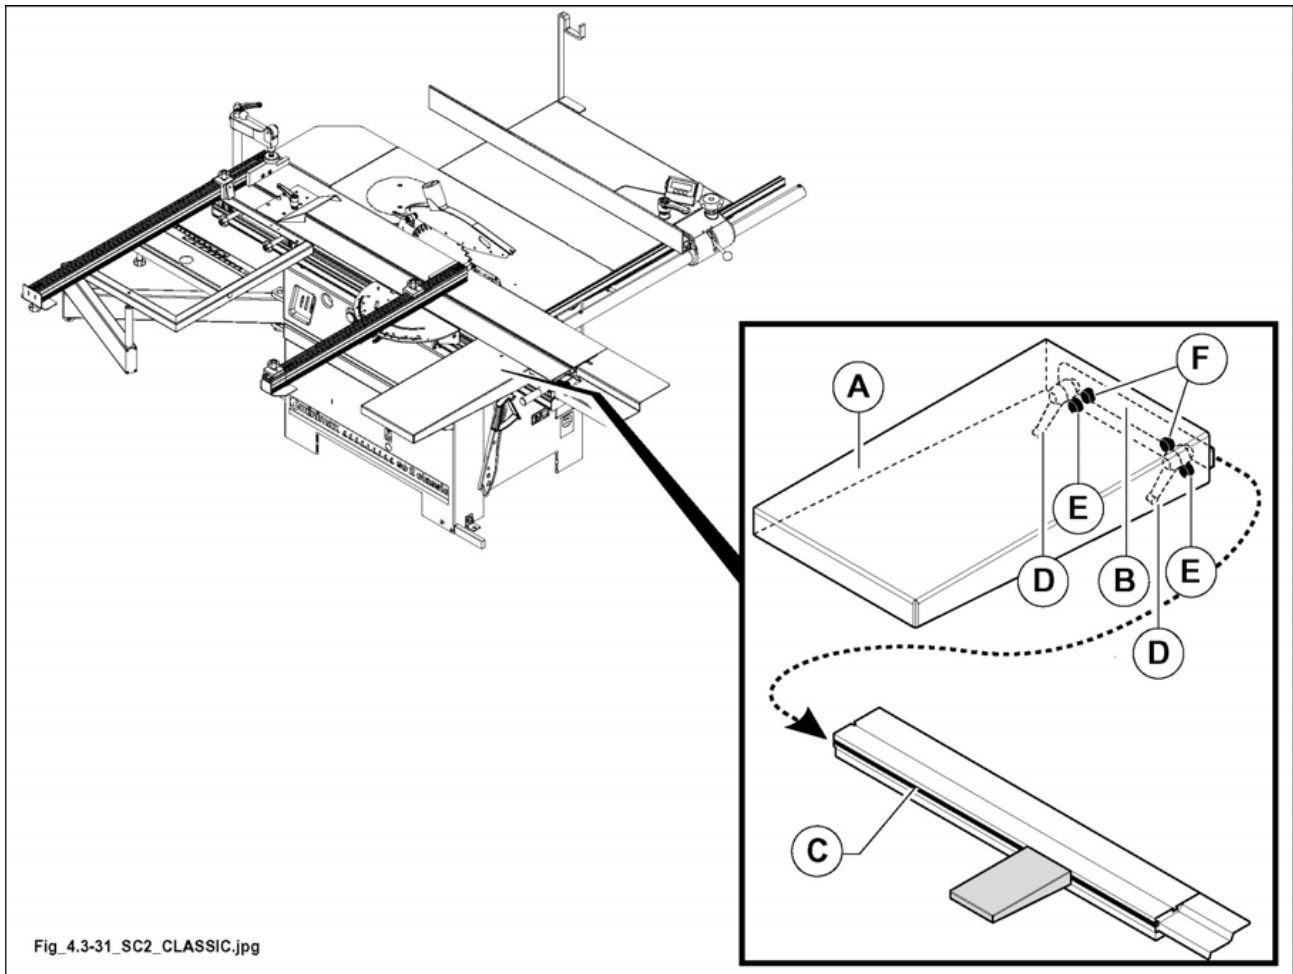

Fig. 4.3-31
- 1) Montera bordet (A fig. 4.3-31) och för in styrlisten (B fig. 4.3-31) i vagnens (C fig. 4.3-31) spår.
- 2) Dra åt spakarna (D fig. 4.3-31).
- 3) Bordet är redan inställt; för ytterligare justeringar ska man skruva på stiften (E fig. 4.3-31) (nivellering) och skruvarna (F fig. 4.3-31) (placering i höjddled).